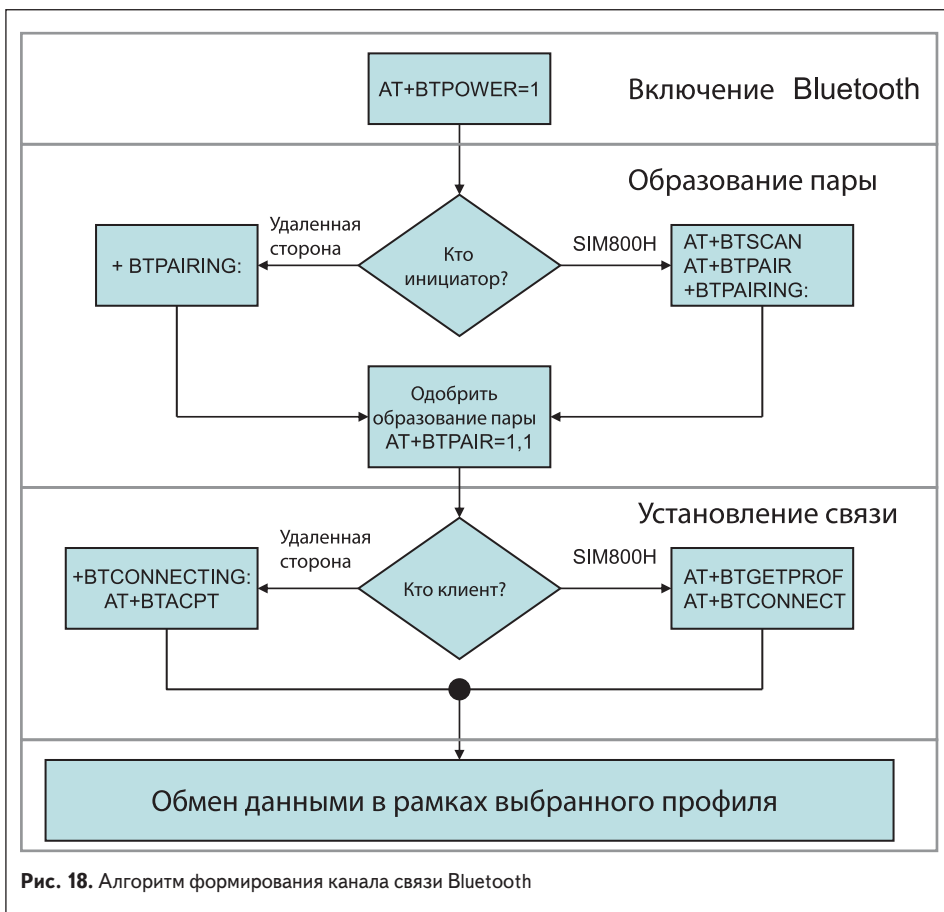

Рис. 18. Алгоритм формирования канала связи Bluetooth
- OPP (Object Push Profile) — базовый профиль для пересылки «объектов», таких как изображения, виртуальные визитные карточки и др. Перед тем как SIM800H начнет обмен данными по каналу Bluetooth с внешним устройством, модулю необходимо пройти через две стадии (рис. 18):